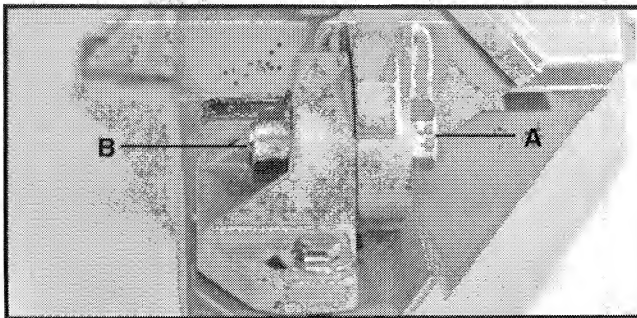

Fig. 8
1. Compruebe el tornillo de pivote del brazo (A), Fig. 8, y apriete la tuerca (B) si es necesario para eliminar todo el movimiento lateral del brazo, pero dejando que el brazo pivote libremente hacia arriba y hacia abajo.